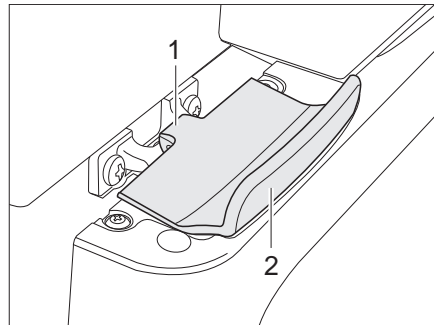

Fig. 242 Dispositif de verrouillage de la porte du réfrigérateur, fermé (Thetford)
- Ouvrir la porte du réfrigérateur sur la poignée (Fig. 242,2). Le verrouillage (Fig. 242,1) sera débloqué automatiquement.